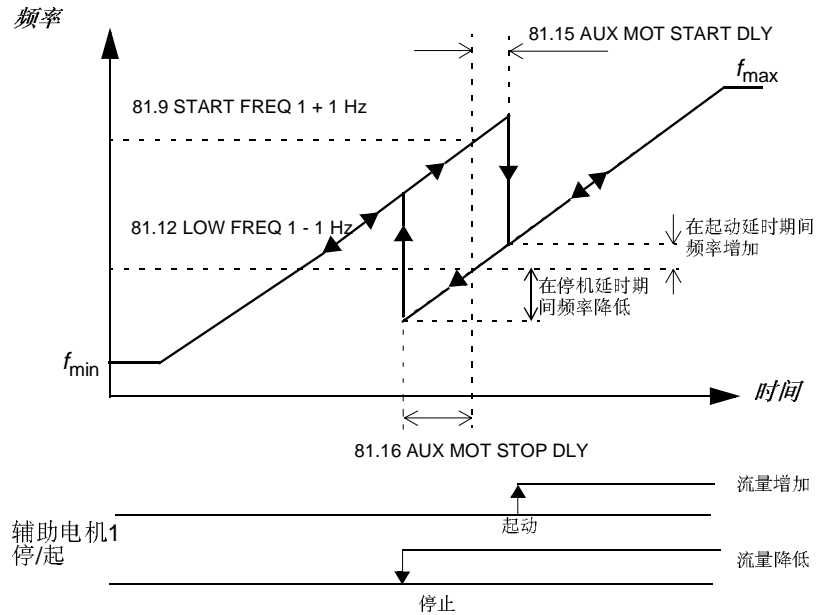

图 6-21 起停频率，低频，起停延时，停机延时.
81.08 WAKE UP LEVEL 该参数为休眠功能设定唤醒值(见图 6-21)。当实际值低于唤醒值，休眠功能被中断。
81.09 START FREQ 1 该参数设定一个启动频率(见图 6-21)。当 ACS 600 输出频率超过值 (81.9 START FREQ 1 +1 Hz)，并且没有其它的辅助电机在运行，启动延时计数器开始计数。当由参数 81.15 AUX MOT START DLY 设定的时间过去了，且输出频率仍高于值 (81.9 START FREQ 1 -1 Hz)，第一台辅助电机启动。